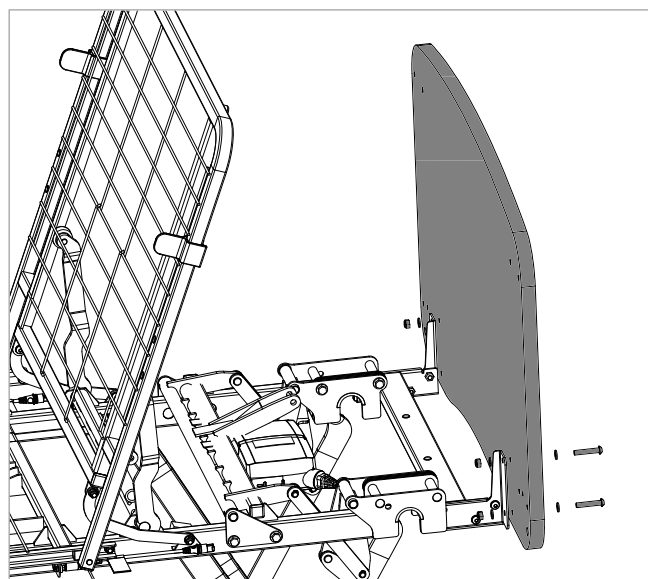

Figure 6.4
4. Montez la nouvelle tête de lit et le nouveau pied de lit à l'aide des nouveaux boulons M8 x 45 et des écrous et rondelles d'origine. Les boulons de remplacement M8 x 45 doivent être utilisés car ils sont plus longs pour s'adapter à la nouvelle tête et au pied de lit plus épais (voir Figure 6.4).